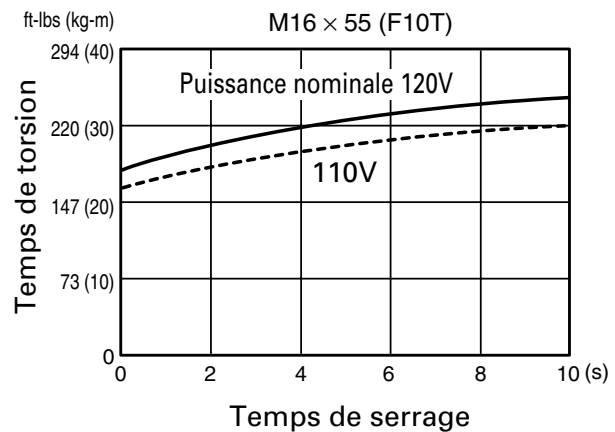

Fig. 4
1. Vérifier la tension secteur. (Fig. 4)
Le couple de serrage diminue quand la tension secteur baisse. (Voir Fig. 4)
Le couple de serrage augmente quand le temps de fonctionnement augmente. Toutefois, le couple de serrage n'augmente pas au-dessus d'une certaine valeur, ceci même si l'appareil marche pendant longtemps. (Voir Fig. 4)
Le couple de serrage diffère selon le diamètre du boulon comme le représente le Fig. 4. En règle générale, un boulon de diamètre plus large nécessite un couple de serrage plus important.